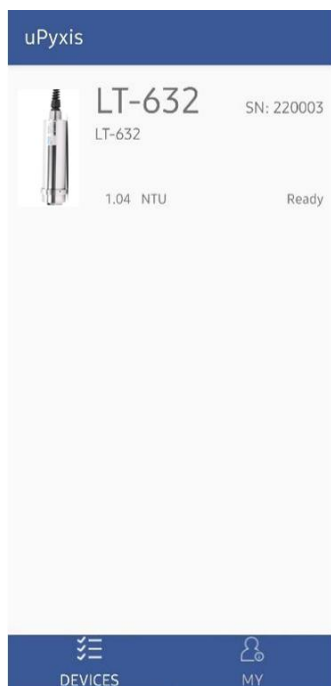

图7. uPyxis主界面
- 如果连接成功，将显示LT-63X及其序列号（SN）（图7）。